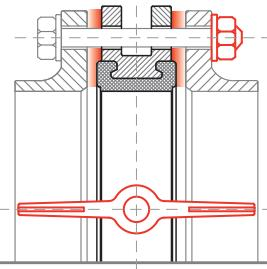

рис. 5
- Отцентрируйте поворотный затвор и слегка закрутите болты (шпильки), но не затягивайте их. Откройте диск поворотного затвора до положения «полностью открыто» (рис. 5).